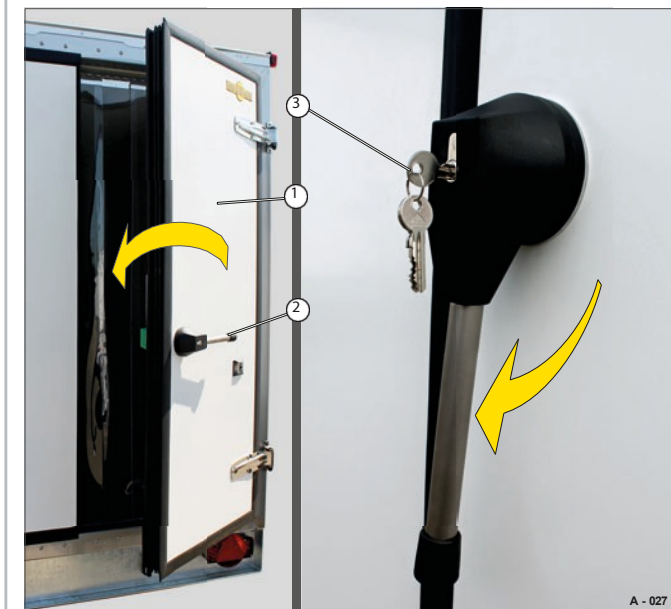

Fig. 27 Fecho da folha da porta (direita)
► Rodar a folha da porta (Fig. 27/1) para fechar - a alavanca rotativa (Fig. 27/2) está na posição horizontal.
► Bloquear o fecho da alavanca rotativa com a chave (Fig. 27/3).